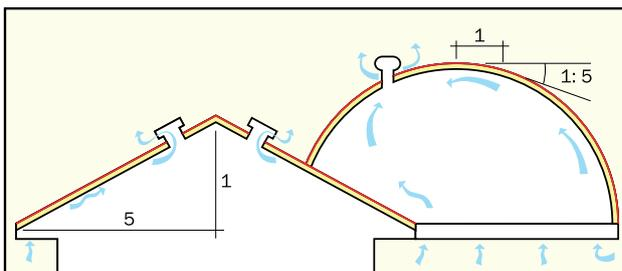

рис. 1
- применяется на сложных поверхностях (сферических, сводчатых, конусных и др.) крыш, если минимально необходимый уклон образуется на расстоянии не менее 1 метра от оси (точки) конька (рис. 1).